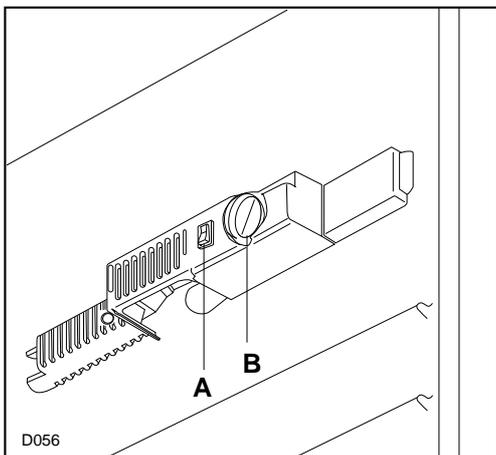

Abb. 10
Bei einer Raumtemperatur unter +14°C muss der Schalter (A) (siehe Abb. 10) gedrückt werden (die eingebaute Kontrollampe leuchtet auf).